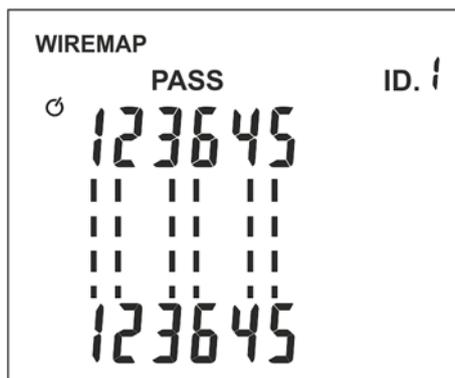

Fig. 11: Visualizador prueba correcta sobre cable con conector RJ11
4. Pulse la tecla **TEST/←**. El instrumento realiza la prueba mostrando el mensaje “**PASS**” si la prueba es correcta (ver la Fig. 11) o el símbolo “” además de los pares parpadeantes en caso de error sobre el cableado (ver el § 5.2.1)